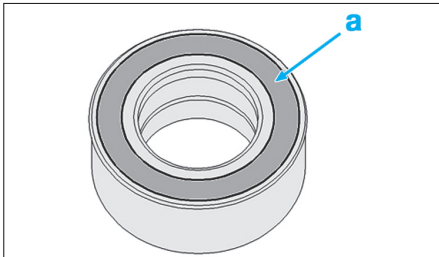

Fig. 36
- Positionner le roulement sur le pivot, face avec roue magnétique intégrée (a) (Fig.36) du roulement côté transmission